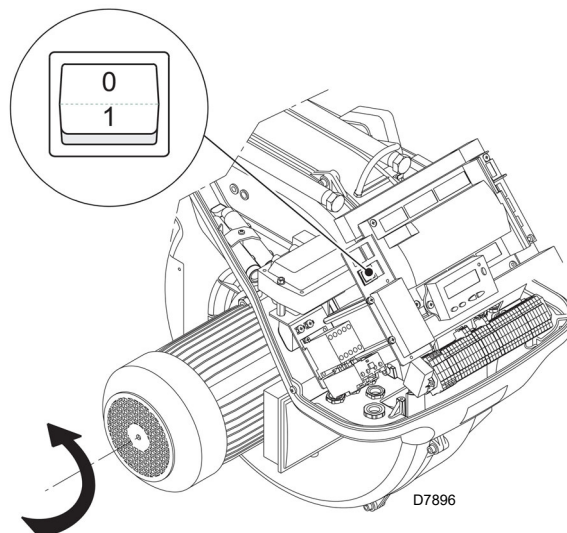

Рис. 28
Закрывать термостаты/реле давления и установить выключатель Рис. 28 в положение "1".
Как только горелка включится, встаньте напротив охлаждающей внутренней крыльчатки двигателя вентилятора и проверьте, что она вращается против часовой стрелки. См. Рис. 28.
- установите выключатель Рис. 28 в положение "0" и подождите пока приборы произведут фазу гашения;
Горелка в состоянии ожидания запроса на нагревание или многопозиционный переключатель “0-1” (Рис. 28 стр. 34) на Рис. в положении “0”.
Выключатель **“0-1”** (Рис. 28 стр. 34) не производит немедленной остановки горелки, а начинает фазу гашения.